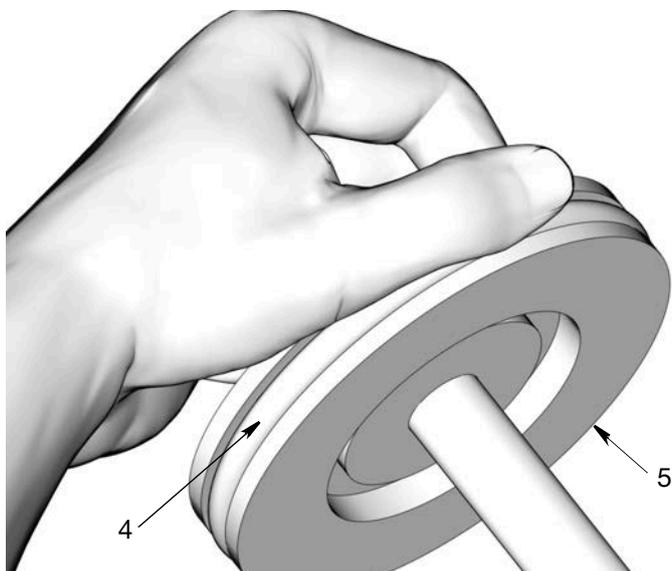

FIG. 33
8. Aplique una capa fina de grasa en la junta del pistón (4). Coloque la junta alrededor del pistón (5) como se observa en la FIG. 33.